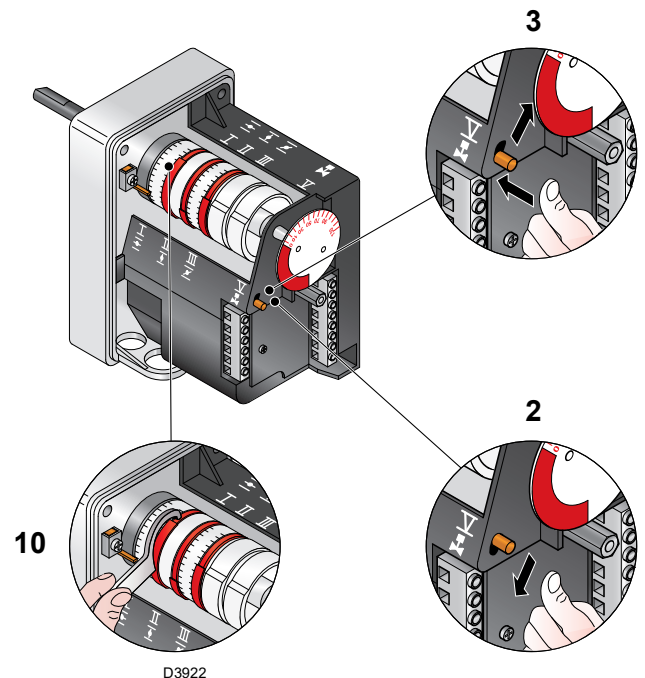

Fig. 29
- S'il faut diminuer ce débit, réduire légèrement l'angle de la came III (Fig. 29) par de légers déplacements successifs, c'est-à-dire aller de l'angle 65° à 63° - 61°....
- S'il faut l'augmenter, appuyer légèrement sur le bouton "augmentation de la puissance" 2)(Fig. 27) (c'est-à-dire ouvrir de 10-15° le papillon à gaz), augmenter l'angle de la came III (Fig. 29) par de légers déplacements successifs, c'est-à-dire aller de l'angle 65° à 67° - 69°....